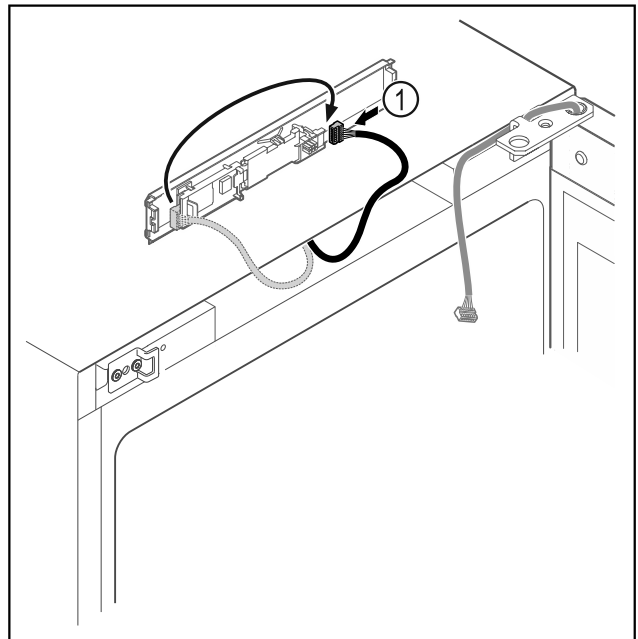

Fig. 21
- ▶ Vėl įkiškite kištuką į plokštę Fig. 21 (1).